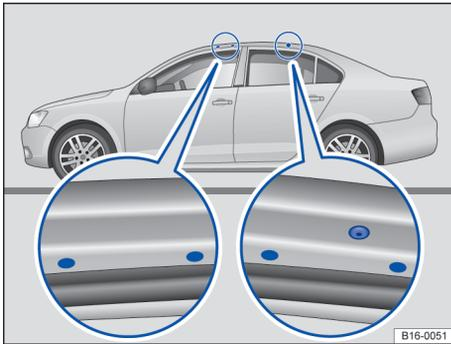

Fig. 94 Puntos de fijación para los soportes básicos y el portaequipajes de techo.
Las marcas de fijación delanteras se encuentran en la parte inferior de los largueros del techo \Rightarrow fig. 94 (imagen ampliada izquierda). Las marcas y orificios de fijación traseros se encuentran en la parte inferior de los largueros del techo. Los orificios están cubiertos con tornillos de plástico \Rightarrow fig. 94 (imagen ampliada derecha).
- Los soportes básicos sólo deberán montarse en los puntos que aparecen señalados en la ilustración \Rightarrow fig. 94.